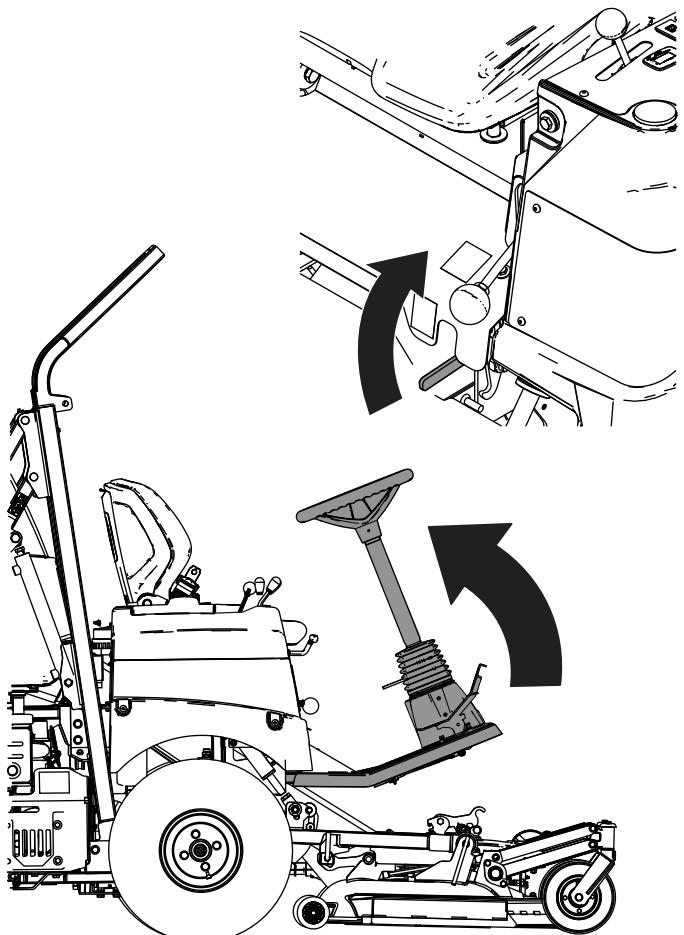

Figura 87
7. Eleve a plataforma do operador para cima e engate a alavanca de bloqueio (Figura 87).